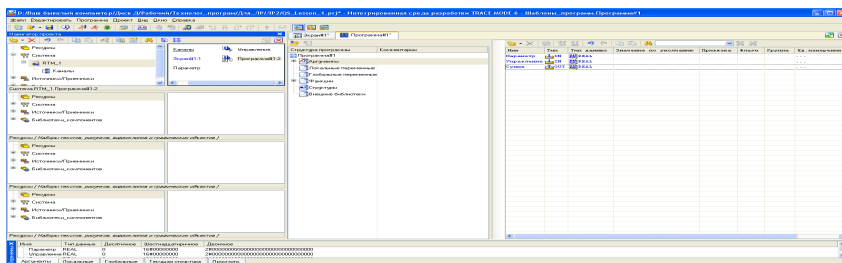

Рис. 7
4.3.5. За допомогою ікони  створити в редакторі аргументів три аргументи з іменами **Параметр**, **Управління** і **Сума**. При цьому перші два аргументи повинні бути типу **IN**, а третій – **OUT** (рис. 7).